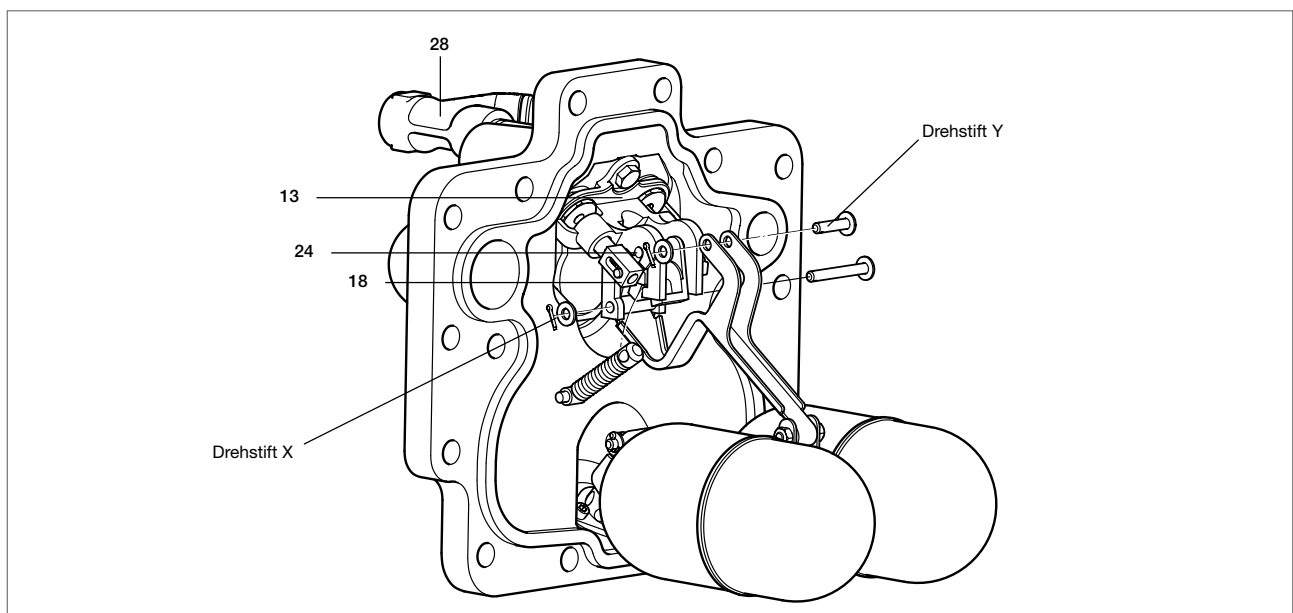
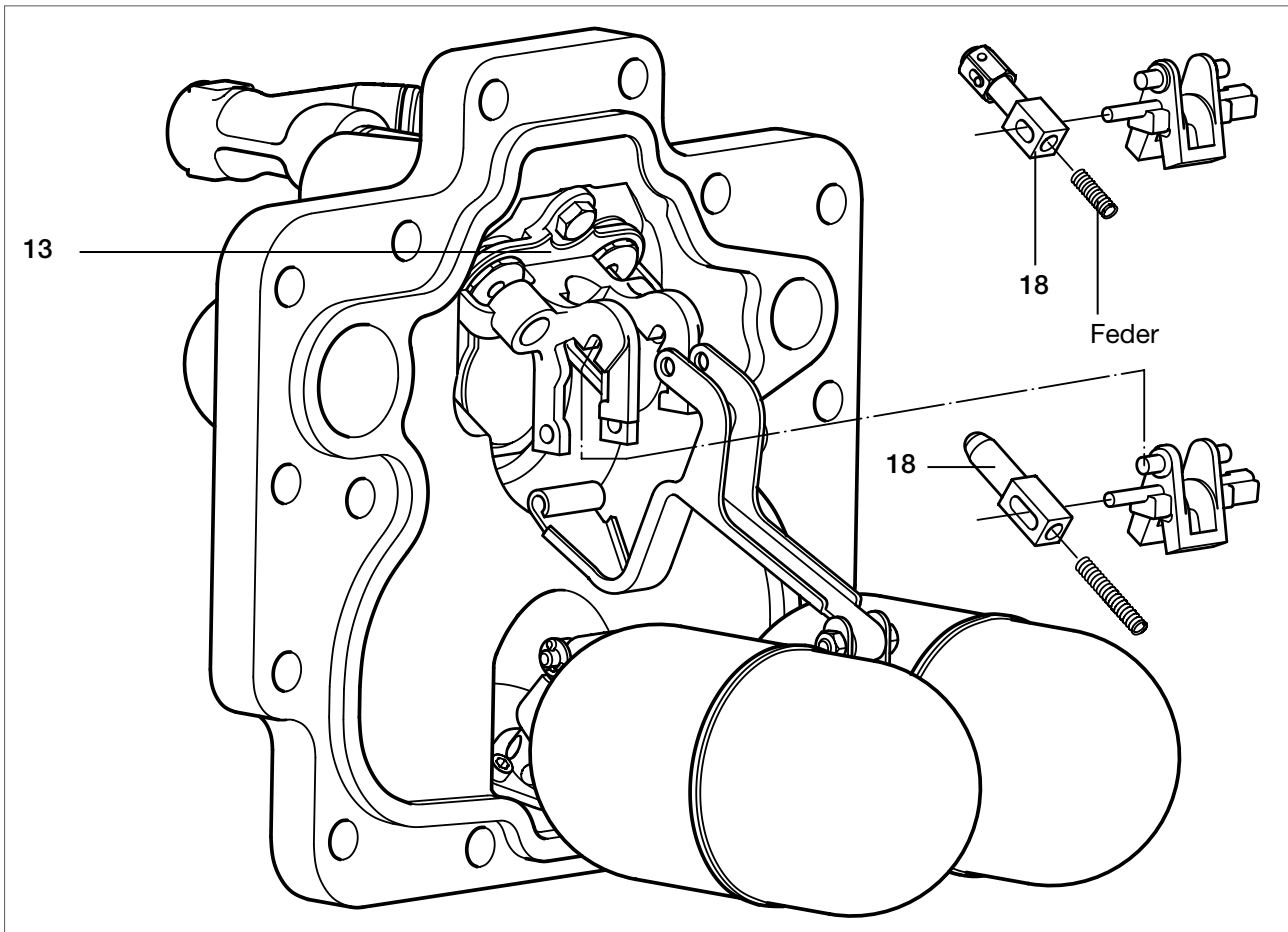

Bild 16
Bild 17
2. Schwimmer nach unten hängen lassen. (Siehe Bild 16)
3. Splinte, U-Scheiben und Drehstift Y (am oberen Schwimmerhebel oben) sowie Drehstift X (am oberen Schwimmerhebel unten) entfernen (siehe Bild 16).
5. Gesamten Kipphebel beidseitig nach unten aus den Führungsschlitzen herausdrücken, bis die gesamte Einheit samt Entlüftungsventil frei kommt. Hierzu kann es notwendig werden, das Entlüftungsventil (18) rückwärts gegen die interne, kleine Rückholfeder zu ziehen, damit es von der umschließenden Ventilführung (13) frei kommt.
6. Entlüftungsventil (18) sehr vorsichtig vom Arm (24) des Kipphebels abheben. Hierbei die kleine Rückholfeder im Entlüftungsventil nicht beschädigen.
7. Der Kipphebel kann komplett mit der montierten Feder ausgewechselt werden. Der Ersatzkippebel wird mit montierter Ersatzfeder geliefert (siehe Bild 17).
8. Der Ersatzkippebel wird in umgekehrter Reihenfolge der obigen Beschreibung eingesetzt. Beim Einführen des Entlüftungsventils (18) in die Ventilführung (13) das Ventil rückwärts gegen die interne kleine Rückholfeder ziehen.
9. Sicherstellen, dass der Kipphebel beidseitig sauber in den Führungsschlitzen der Halteplatte (13) gelagert ist.
10. Sicherstellen, dass sich das Entlüftungsventil (18) leicht in seiner Führung (13) bewegen kann.
11. Bei der Wiedermontage nur neue Splinte, U-Scheiben und Drehstifte (Y) und (X) verwenden.